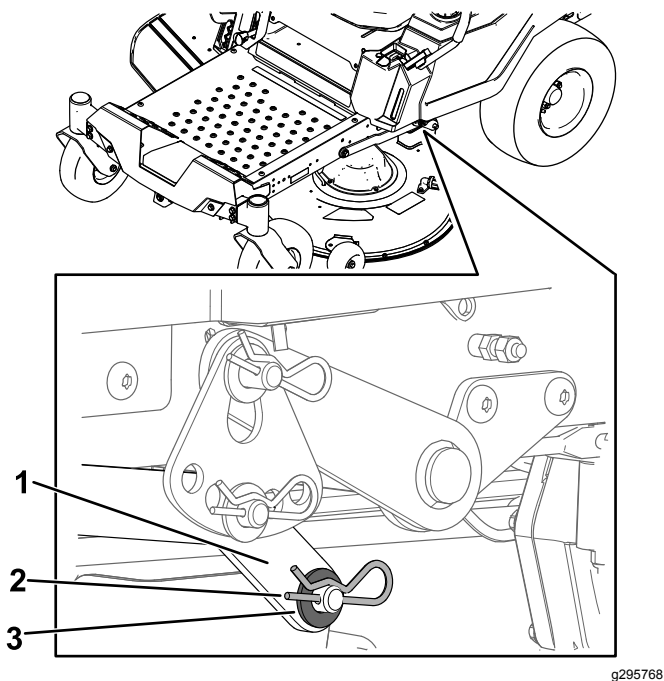

Рисунок 70
7. На одной стороне машины извлеките шайбу и игольчатый шплинт из штифта деки (Рисунок 70).
8. Снимите подъемный рычаг со штифта деки (Рисунок 70).
5. На одной стороне машины поднимите заднюю часть деки газонокосилки и установите подъемный рычаг на штифт деки (Рисунок 70).
6. Установите подъемный рычаг с помощью шайбы и игольчатого шплинта (Рисунок 70).